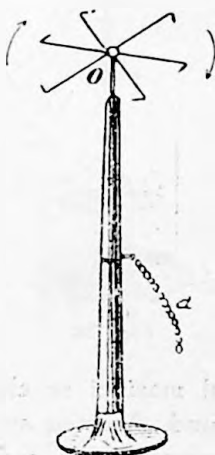

Fig. 27.
c) **Morișca electrică.** (Fig. 27). se compune din 3 vergele metalice (de alamă), îndoite la capete în acelaș sens și având vârfurile ascuțite. Ele sunt așezate ca diametrele unui cerc și sunt fixate în mijlocul lor printr'o bucată metalică, ce are dedesubt o scobitură în care poate intra vârful ascuțit  $O$  al unui picior vertical. În felul acesta morișca